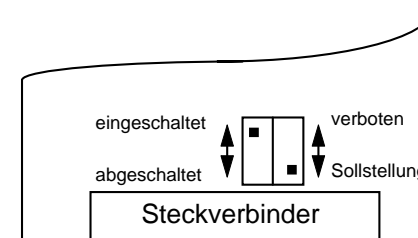

Bild 5: Schalter auf SCHREIBMASCHINEN- bzw. DRUCKERMODUL
- PROM auf SCHREIBMASCHINEN- bzw. DRUCKERMODUL ist einzuschalten (Bild 5).
max. 1 RAM-ERWEITERUNGSMODUL: PROM einschalten) Bild 5